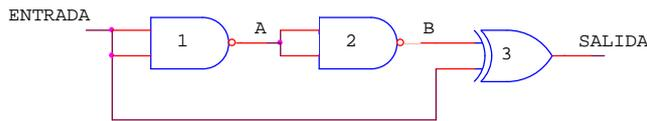

Figura 1
El circuito de la figura 1 está realizado con puertas de la familia 4011B alimentadas a 5V. La salida de dicho circuito está conectada a un sistema digital con una capacidad de entrada $C_{in}=40pF$. Sabiendo que cada entrada de las puertas XOR y NAND tiene una capacidad de entrada: $C_{in_{XOR}}=20pF$ y $C_{in_{NAND}}=15pF$, respectivamente, se pide:
2. En el circuito de la figura 1, suponiendo que las puertas tuvieran unos tiempos de propagación de $t_{p1}=t_{p2}=30ns$ y $t_{p3}=10ns$, represente en el siguiente cronograma la evolución temporal de la salida a partir de la señal de entrada.